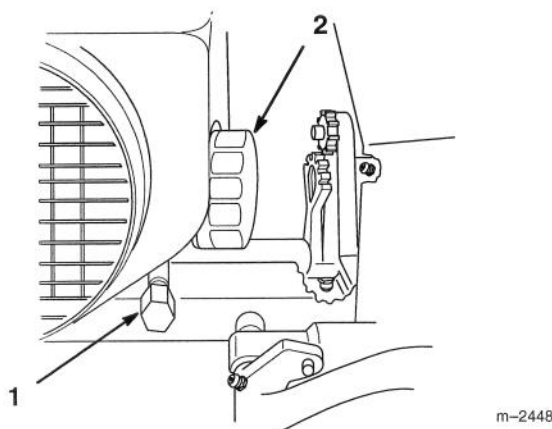

Abbildung 19
4. Eine Schale unter den Ölablaß stellen. Den Ablaß öffnen, indem der Deckel abgenommen wird (Abb. 19).